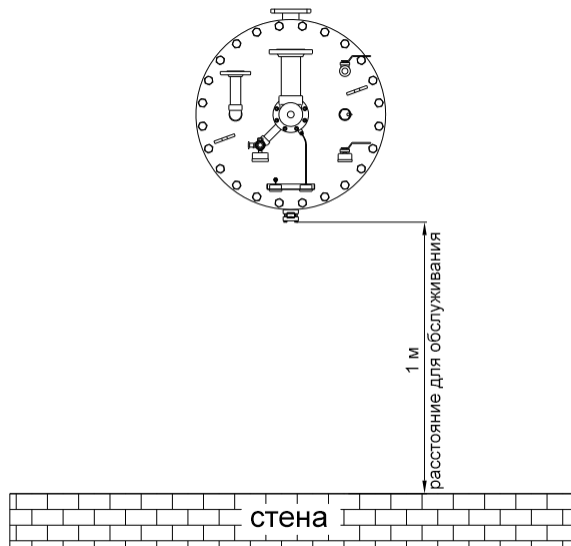

Рис. 3.6.1 Расстояние для обслуживания
- 2) должно быть отведено достаточное пространство вокруг испарителя для его проверки и технического обслуживания (см. рис. 3.6.1)